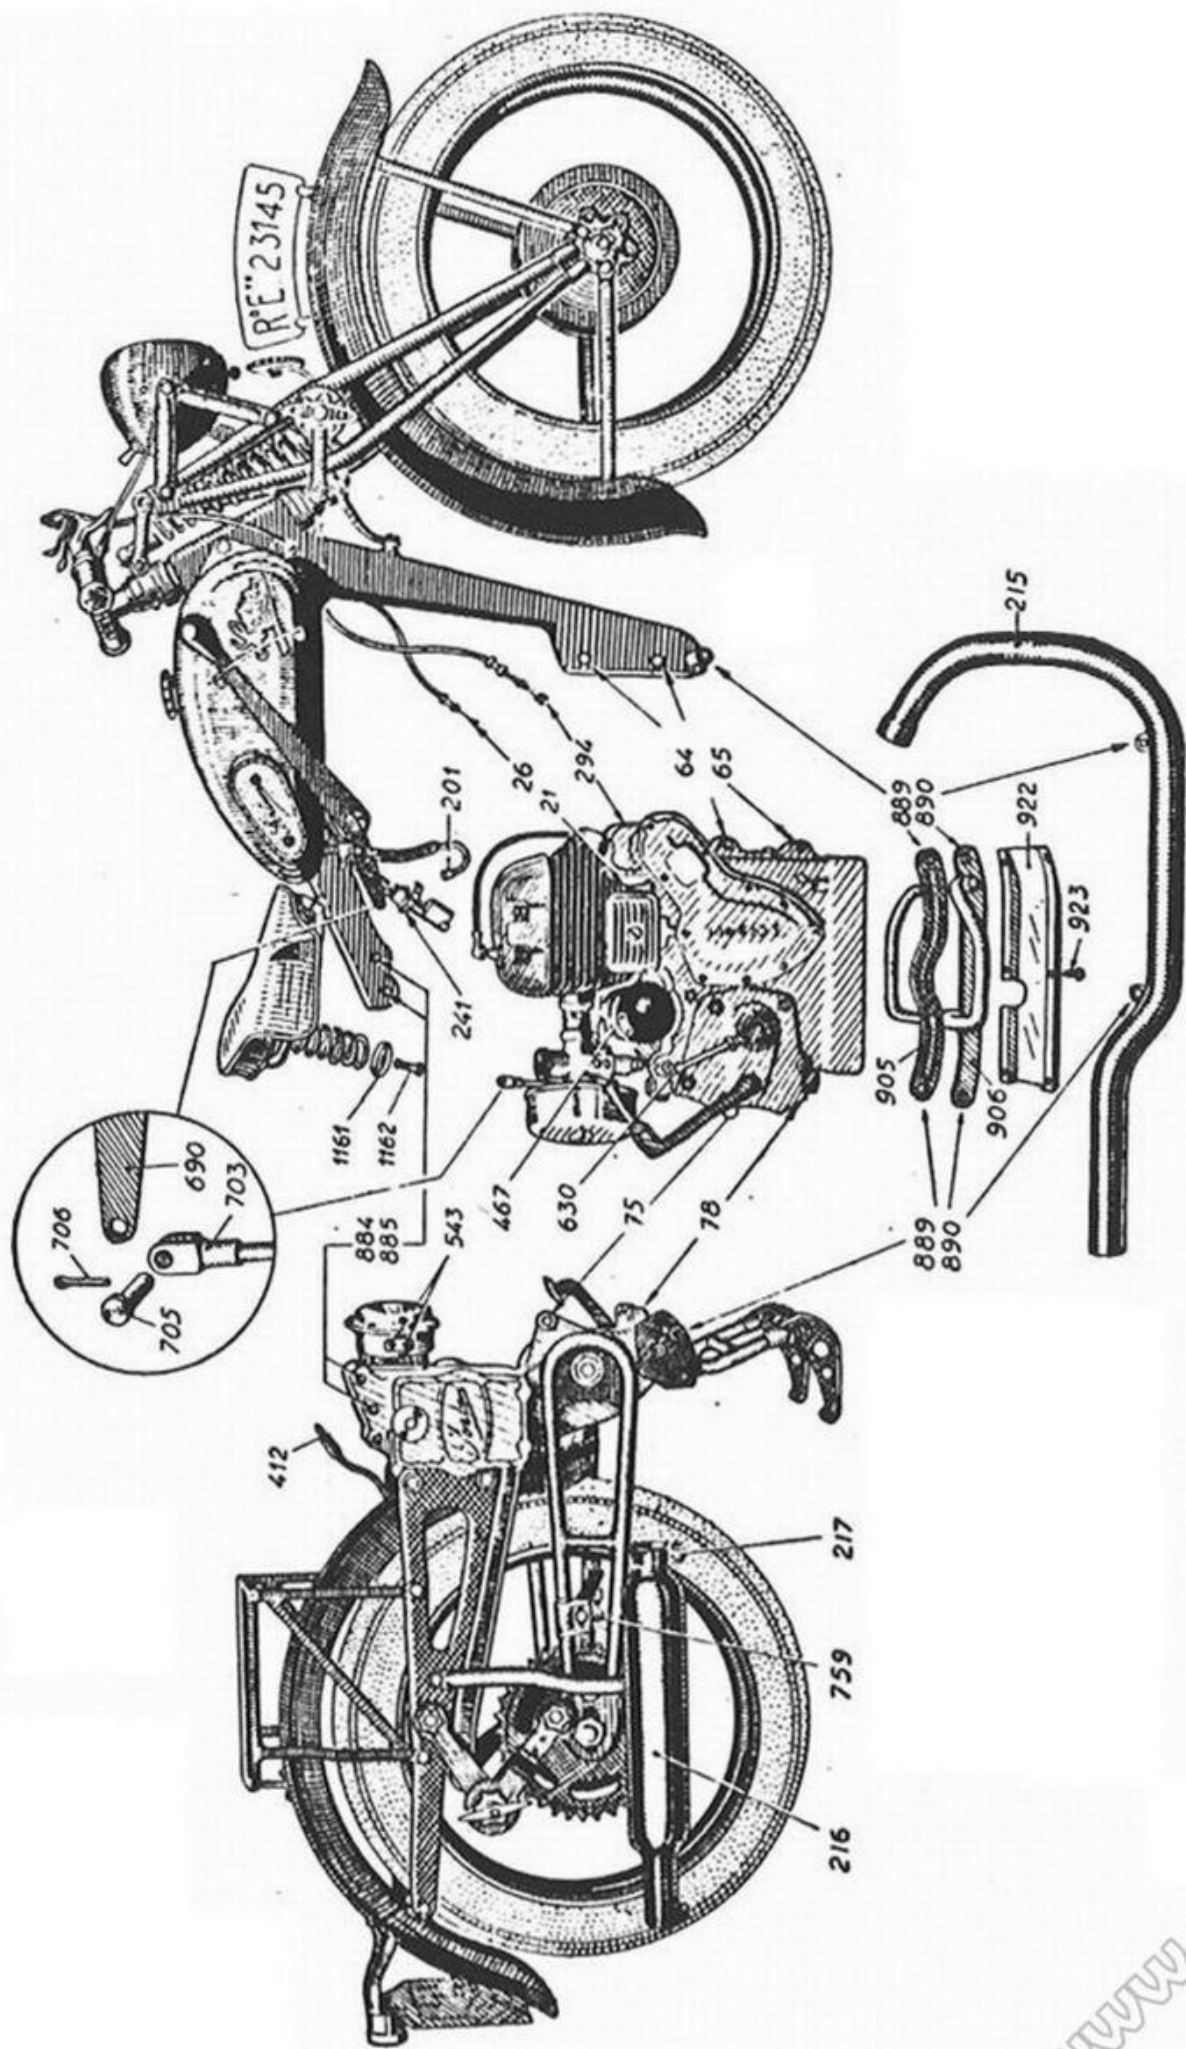

Fig. 3 - Smontaggio del motociclo nei tre elementi principali
1) - Smontaggio della parte anteriore del telaio dal motore e dal piantone (fig. 3).
2) - Smontaggio della parte centrale del motociclo (motore) (fig. 3).
3) - Smontaggio della parte posteriore del motociclo (fig. 3).